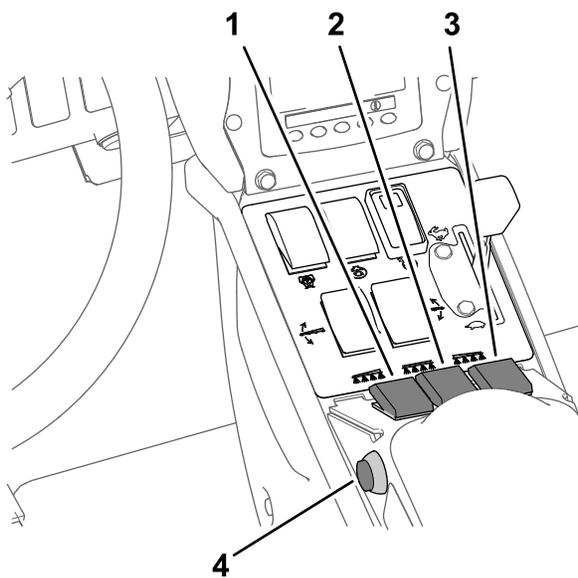

Figure 44
7. Placez le(s) interrupteur(s) de section de pulvérisation en position ACTIVÉE (Figure 44).
- Conduisez à la vitesse voulue puis réglez la commande générale des sections à la position ACTIVÉE pour commencer la pulvérisation (Figure 44).
- Placez la commande générale des sections à la position DÉSACTIVÉE ; voir Figure 44 sous Pulvérisation en mode débit d'application (page 40).
7. Placez les interrupteurs des sections individuelles en position ACTIVÉE ; voir Figure 44 sous Pulvérisation en mode débit d'application (page 40).
9. Conduisez à la vitesse voulue puis réglez la commande générale à la position ACTIVÉE pour commencer la pulvérisation ; voir Figure 44 sous Pulvérisation en mode débit d'application (page 40).